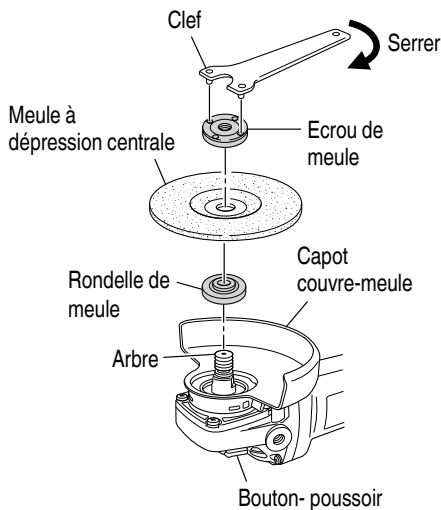

Fig. 5
S'assurer que la bouton-poussoir n'est pas engagée appuyant dessus deux ou trois fois avant de mettre la meuleuse à disque en marche. (Fig. 5)
- (1) Mettre la meuleuse à disque à l'envers de façon que l'arbre soit dirigé vers le haut.
- (2) Aligner l'entaille de forme ovale de la rondelle de meule avec l'encoche de l'arbre, puis les attacher.
- (3) Positionner la protubérance de la meule à dépression centrale sur la rondelle de meule.
- (4) Visser l'écrou de meule sur l'arbre.
- (5) Tout en poussant sur le bouton-poussoir avec une main, verrouiller l'arbre en tournant doucement la meule à dépression centrale avec l'autre main. Serrer l'écrou de meule en utilisant la clef fournie comme montré sur la Fig. 5.